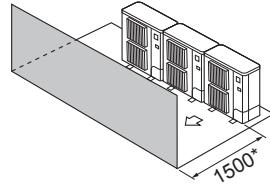

Fig. 2-11
③ Окружающие предметы - только спереди (Fig. 2-11)